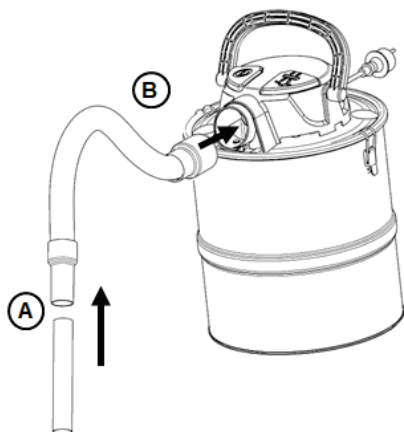

Fig.5
For å foreta suging setter du dysen (A) inn i muffen til sugeslangen, som vist på fig. 5. Sett slangen med muffen i innløpet til støvsugeren (B).